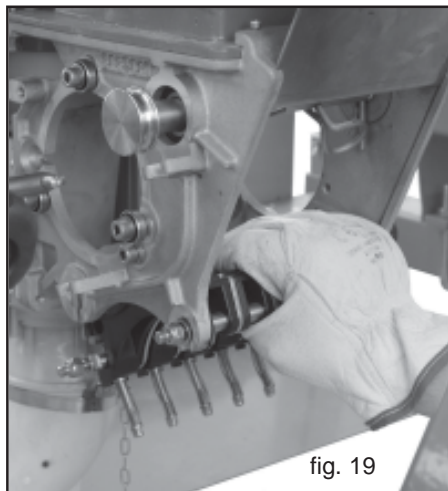

fig. 19
- 3) Extraire le groupe des tâteurs de la partie postérieure (Fig. 19) et extraire ensuite la partie antérieure (Fig. 20).